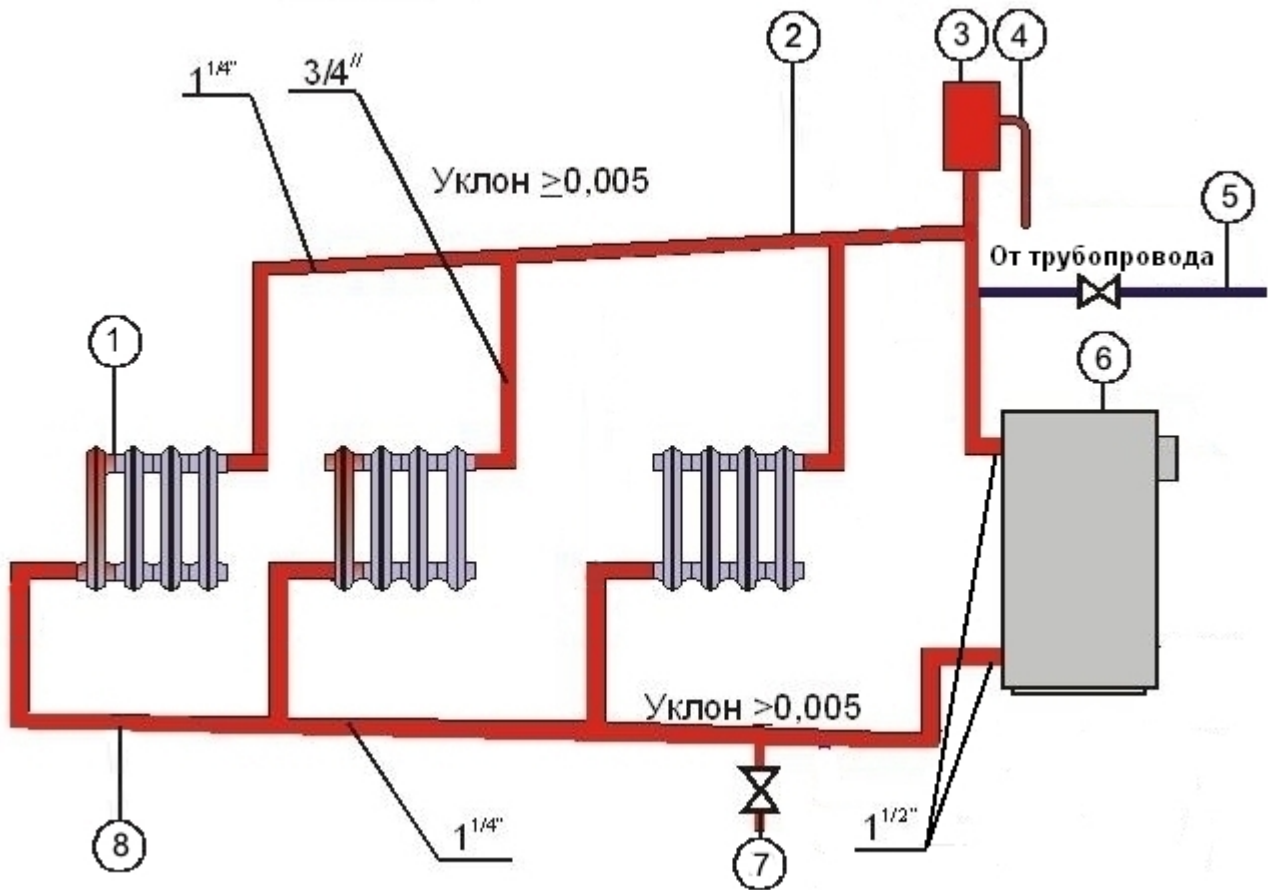

Рисунок 3.
7.2.2. Заполнить систему отопления теплоносителем до появления его с сигнального трубопровода (рис.3 поз.4) проверить ее герметичность. Устранить выявленные утечки до пуска котла в эксплуатацию.
7.2.4. Для слива воды из системы отопления и котла следует предусмотреть сливной кран, который устанавливается в самой нижней точке системы отопления (рис.3 поз.7).